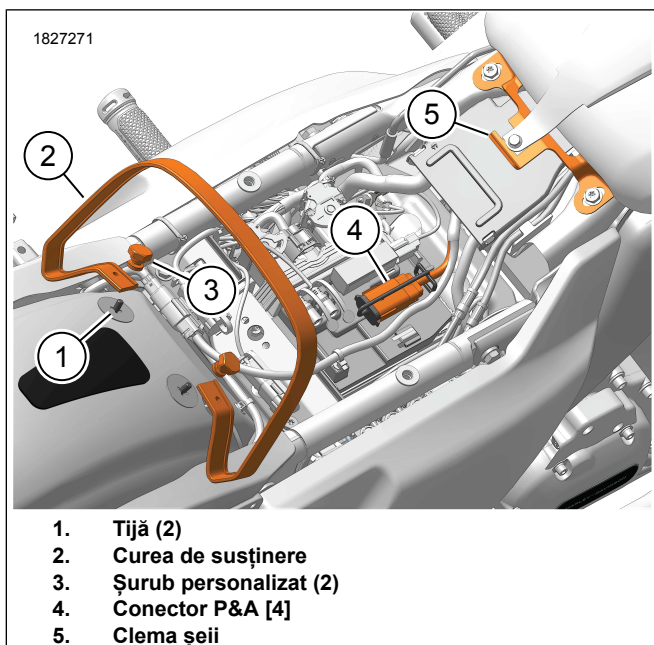

Figura 2. Locațiile componentelor
1. A se vedea figura 2. Montați **noua** curea de susținere.
- a. Montați cureaua de susținere (2) pe știfturi (1).
- b. Instalați șuruburile personalizate (3).
3. A se vedea figura 2. Conectați conectorul cablajului de la șa (5) la conectorul pentru accesorii P&A (4).
5. A se vedea figura 2. Introduceți partea din spate a șeii prin cureaua de susținere (2) până când fanta de montare a șeii (6, Figura 7) de pe partea din față inferioară a scaunului ajunge în spatele clemei scaunului (5).
6. A se vedea figura 2. Glisați șaia înainte până când clema scaunului se cuplează complet în fanta de montare a șeii (5).